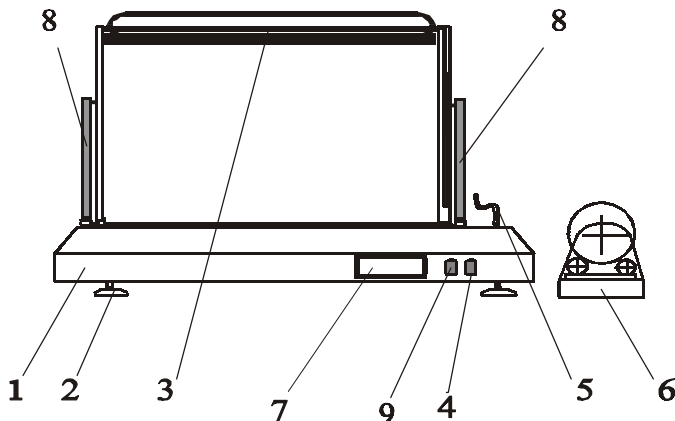

Рис. 1. Состав оборудования аппарата ТПЦ-370Н
Упаковочный аппарат ТПЦ-370Н (рис.1) представляет собой сборный металлический корпус 1 с установленным сваривающим и отрезающим рамным термоножом постоянного нагрева 3. К аппарату прилагается подставка для термопленки 6 с двумя параллельными валами, предназначенными для установки на них рулона термопленки.
1. Выключить кнопку «Сеть» (п.4 рис. 1) и кнопку «Нож» (п.9 рис.1).